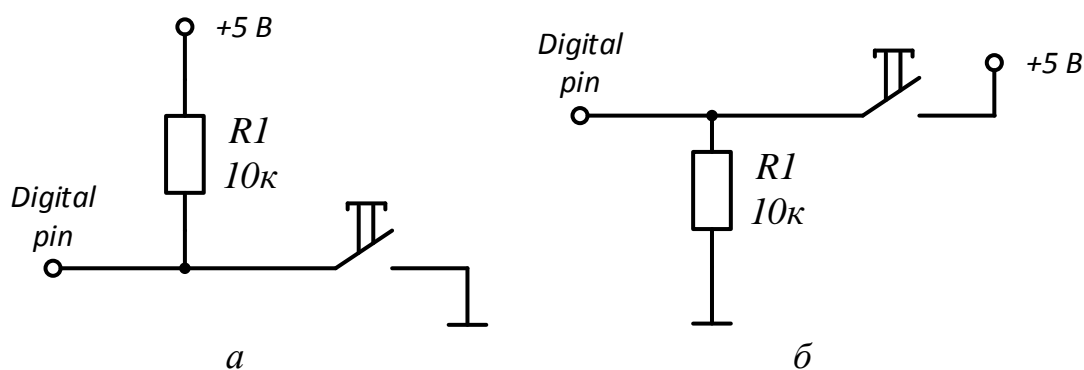

Рисунок 8.1 — Підключення кнопки
Керувати роботою Arduino можна за допомогою звичайних кнопок (кнопка на схемі позначається як *SB*), які підключаються до цифрових I/O–виводів. Існує два основних способи підключення кнопки до виводу Arduino, рис. 8.1. В першому по замовчуванню на виводі встановлена напруга 5 В (рис. 8.1а), і відповідно мікроконтролер постійно буде зчитувати рівень логічної одиниці з виводу і тільки після натиснення кнопки — рівень логічного нуля. В другому — навпаки, по замовчуванню подається нульовий потенціал, а при натисненні кнопки — +5В (рис. 8.1б), відповідно постійно зчитується логічний нуль, а при натисненні — логічна одиниця.
Яка ж тут умова? Все просто **digitalRead(pin)** буквально означає «зчитати цифрове значення з виводу з номером pin». Для того, щоб зрозуміти що власне буде зчитано з виводу pin необхідно проаналізувати схему рис. 8.1а.
5. Відключивши Arduino від комп'ютера, доповнити схему ще однією кнопкою з підтягувальним резистором (при чому за варіантом рис. 8.1б), підключити її до 13 виводу мікроконтролера. Показати змінену схему викладачу.
4. Що за замовчуванням буде повертати команда digitalRead(pin), якщо до виводу pin буде підключено кнопку за варіантом рис. 8.1а і що буде повертатися при натисненні кнопки?